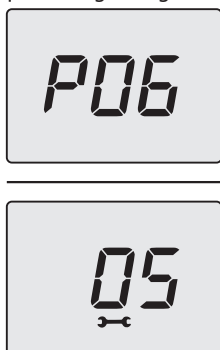

Figura 5.44
- Premere per 1 sec. il tasto 13 (Figura 5.39) per entrare nel parametro selezionato. Il display visualizzerà quanto segue (Figura 5.44).